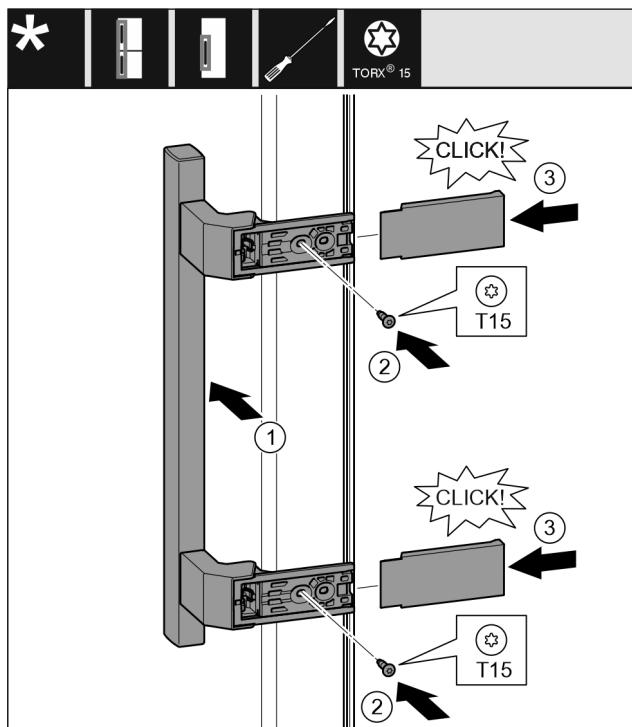

Fig. 19
- Установите ручку на противоположной стороне. Fig. 19 (1)
- Затяните винты отверткой T15. Fig. 19 (2)
- Установите крышки сбоку и надвиньте их. Fig. 19 (3)